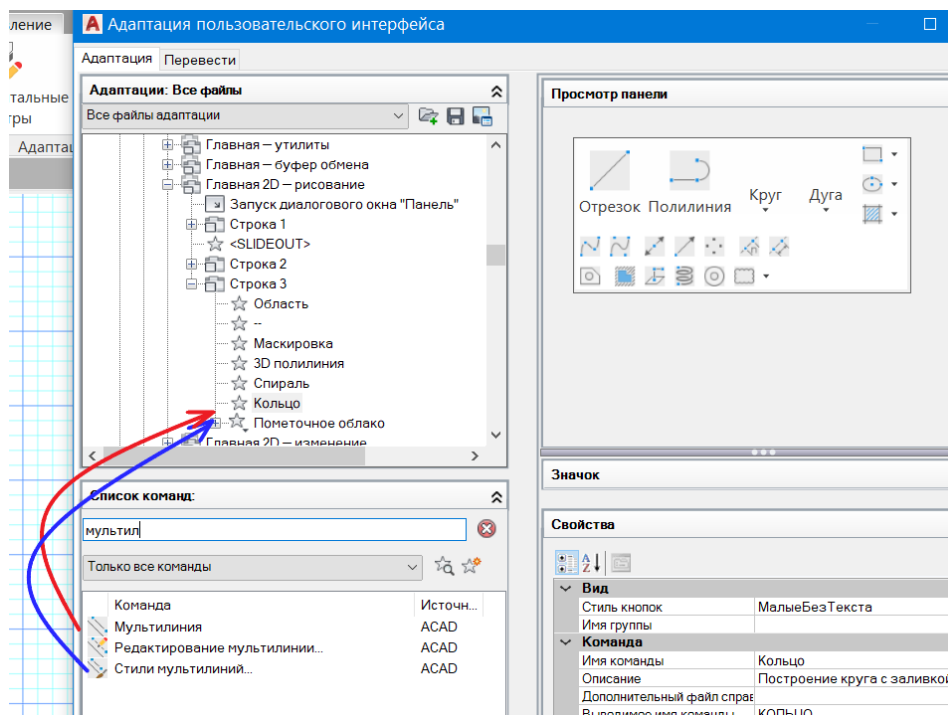

Рис. 60. Добавление Мультилинии и Стили мультилиний в инструменты
- 7) аналогичное действие для Стиль мультилиний (рис. 60);